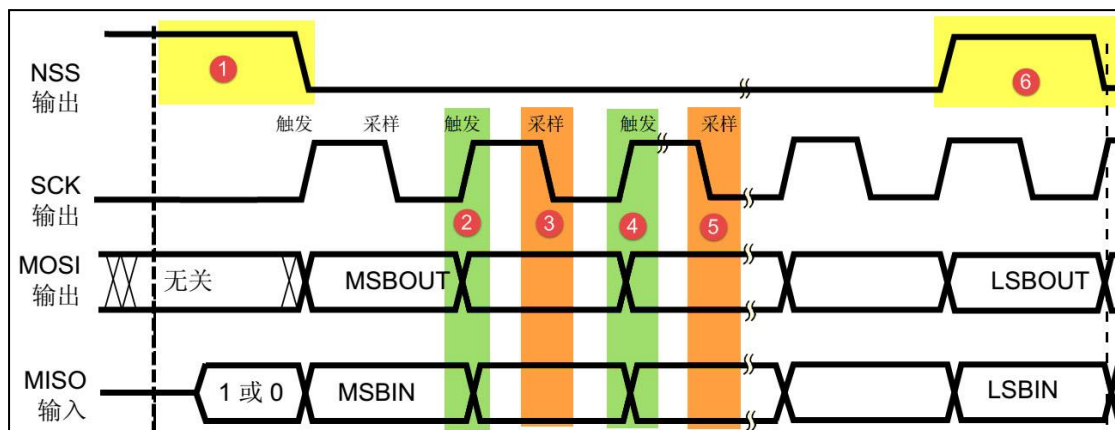

图 25-2 SPI 通讯时序
先看看 SPI 通讯的通讯时序，见图 25-2。
在图 25-2 中的标号①处，NSS 信号线由高变低，是 SPI 通讯的起始信号。NSS 是每个从机各自独占的信号线，当从机在自己的 NSS 线检测到起始信号后，就知道自己被主机选中了，开始准备与主机通讯。在图中的标号⑥处，NSS 信号由低变高，是 SPI 通讯的停止信号，表示本次通讯结束，从机的选中状态被取消。
SPI 使用 MOSI 及 MISO 信号线来传输数据，使用 SCK 信号线进行数据同步。MOSI 及 MISO 数据线在 SCK 的每个时钟周期传输一位数据，且数据输入输出是同时进行的。数据传输时，MSB 先行或 LSB 先行并没有作硬性规定，但要保证两个 SPI 通讯设备之间使用同样的协定，一般都会采用图 25-2 中的 MSB 先行模式。
上面讲述的图 25-2 中的时序只是 SPI 中的其中一种通讯模式，SPI 一共有四种通讯模式，它们的主要区别是总线空闲时 SCK 的时钟状态以及数据采样时刻。为方便说明，在此引入“时钟极性 CPOL”和“时钟相位 CPHA”的概念。